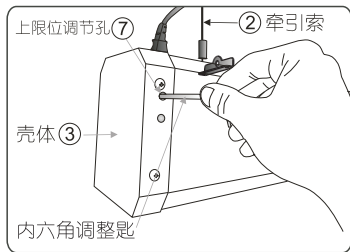

图 24
- a. 调节牵引索电机上限位时，先将上限位调节孔 ⑦ 胶塞拔出来，再将内六角调整匙插入孔内（如图 24），并将遥控器处于学习状态，按牵引索上行键（ 遥控电子定位）顺时针旋转内六角调整匙时，银幕下降（银幕离安装位置距离增大）。逆时针旋转时，银幕上升（银幕离安装位置距离减小）。